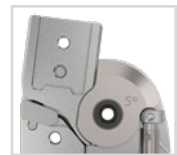

fig. 26
- 4 Placez la partie supérieure de l'articulation avec le disque pour butée de flexion sur la partie inférieure de l'articulation, par-dessus le boulon à goupille fendue (fig. 26). Si le piston de l'ensemble fonctionnel ressort trop, réglez le commutateur rotatif sur le symbole  et enfoncez le piston jusqu'à ce que la partie supérieure de l'articulation soit correctement en place. Il faut ensuite ajuster la bague de guidage du piston (voir étape 10).